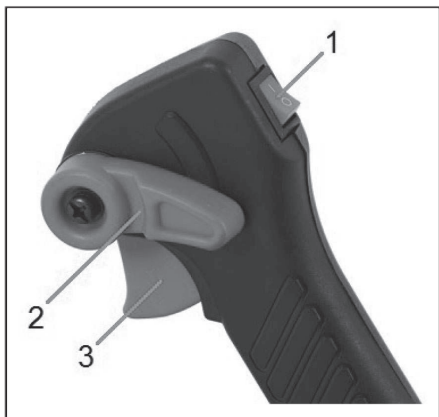

Рис. 16
- Переведите выключатель зажигания (1) на рукоятке управления в положение « I » (вкл.) (рис. 16)
- Поверните фиксатор курка газа (2) против часовой стрелки так, чтобы курок газа (3) остался в наполовину нажатом состоянии (рис. 16).
4. Интенсивность воздушного потока регулируем курком газа (3) (рис. 16).